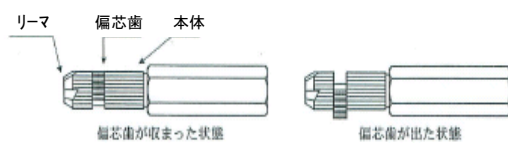
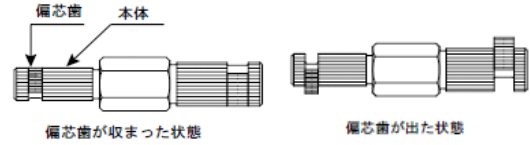

図 1 (IPW-10・15・20・25)
図 2 (IPW-1520 兼用タイプ)
- ・ 偏芯歯が収まった状態で管に入れてください。(図 1、図 2)